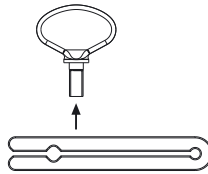

Fig. 7
- Desmontar o dispositivo de extracção, ver Fig. 7.